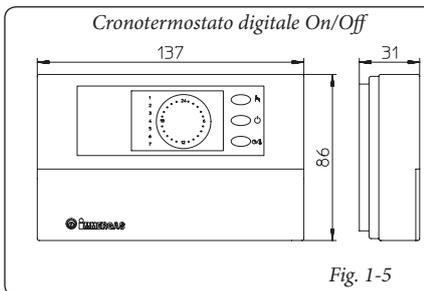

Fig. 1-5
• Cronotermostato digitale On/Off (Fig. 1-5). Il cronotermostato consente di: